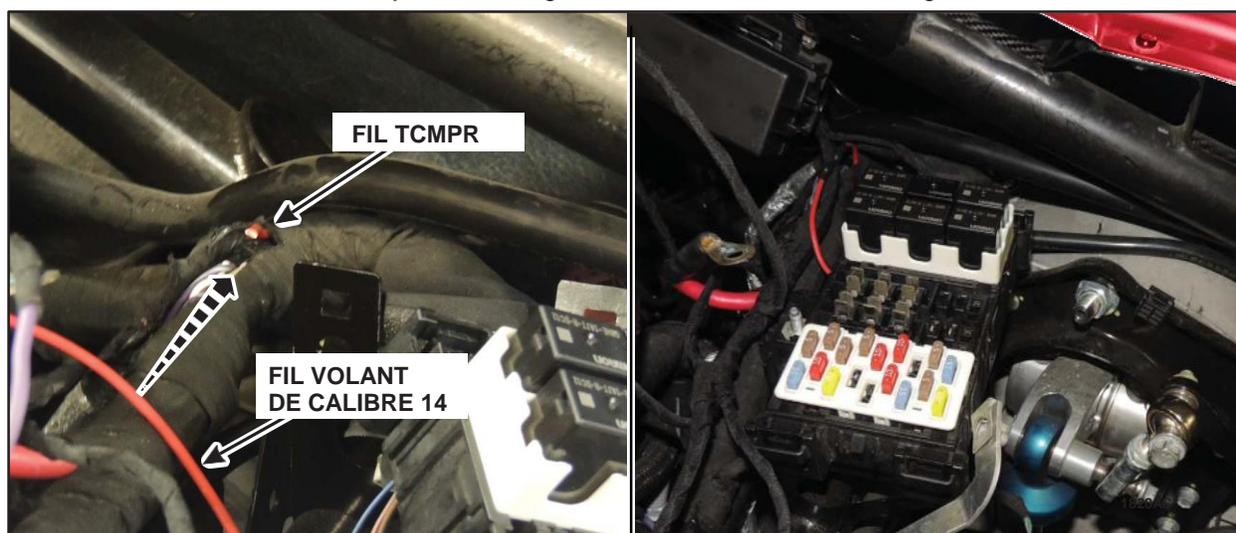

FIGURE 34
37. Acheminer le fil volant le long du faisceau de câblage existant vers le fil rouge, à l'emplacement où le côté extérieur du fusible en ligne a été enlevé à l'étape 25, et le couper à la longueur. Accéder au fil du TCMPR au besoin, puis couper l'isolation des deux fils et placer un tube thermorétractible sur le fil volant. Épissure/souder le fil volant au FIL TCMPR. Placer le tube thermorétractible sur l'épissure et le chauffer pour assurer une bonne étanchéité. (Figure 34)